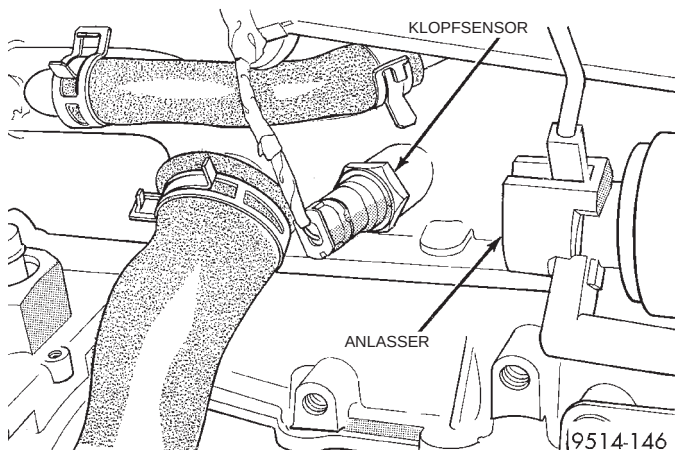

Abb. 44 Klopfsensor—2.4L-Motor
(12) Den Luftfiltereinsatz des Ansaugluftfilters prüfen. Nach Bedarf austauschen. Das Luftansaugsystem auf Verengungen prüfen.
(13) Den elektrischen Anschluß am Klopfsensor prüfen (Abb. 44) (Nur Fahrzeuge mit 2.4L-Motor).